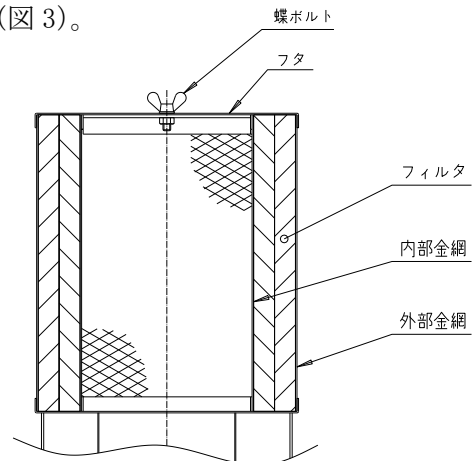

図3 フィルタ付サイレンサ (フィルタ部断面図)
- (1) 本機の周囲温度を-15～40℃に保つように換気に注意してください。
- (2) 異常音、異常振動、異常な高温、エア漏れなどが無いか注意し、もしも異常が認められた場合は[11. 故障と処置]の項をご参照の上、改善してください。
- (3) 本機のベアリングはモータのみですので、モータ銘板に給油の指示がある機種のみ行ってください。給油の指示がない場合、給油は不要です。なお、そのベアリングの寿命は、約 20000 時間です。ただし、周囲温度などの環境が悪いと、ベアリングの寿命は著しく低下します。
- (4) フィルタ付サイレンサのフィルタの汚れを調べてください。フィルタの汚れは圧力損失となるので、汚れ状態により洗浄または交換してください(図3)。